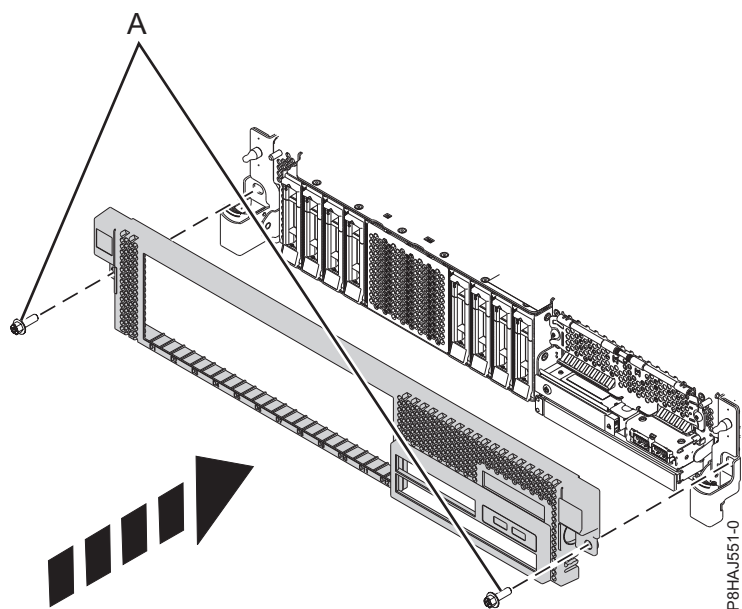

図 14. 前面カバーの取り付け
3. 36 ページの図 14 に示す方向にリリース・ラッチを押して、閉じます。 カチッという音がしてカバーが正しい位置に収まります。カバーにはより簡単につかむことができるくぼみがあります。
4. 配送用ねじ (A) を再取り付けします。